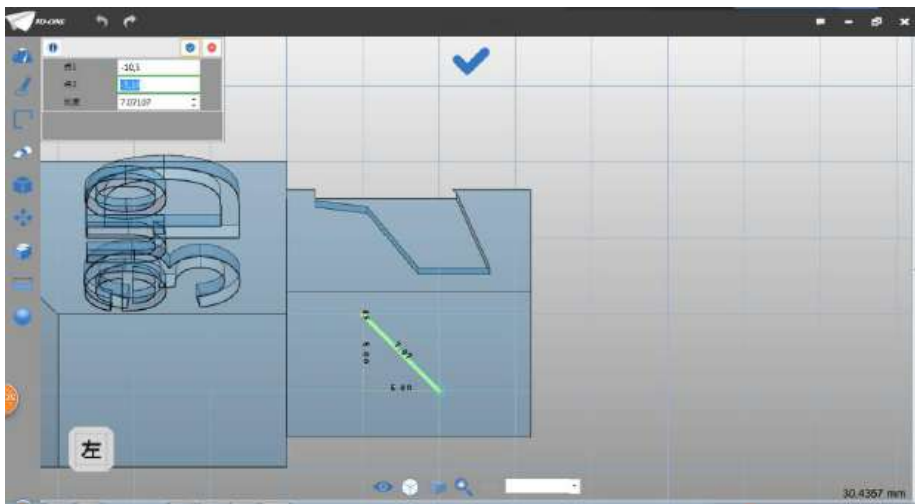

图 2-16
Step 16 选择网格两点绘制直线，如下图 2-16 所示：